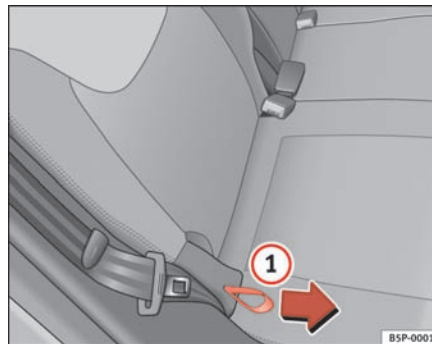

Fig. 96 Indstilling af ryglæns-hældning, bagsæde
- Hold fast om ryglænet øverst oppe. Træk stroppen på siden af sædet ⇒ side 129, fig. 96 ① i pilens retning, og hold stroppen i denne stilling. Skub ryglænet tilbage i den ønskede position, og slip stroppen.